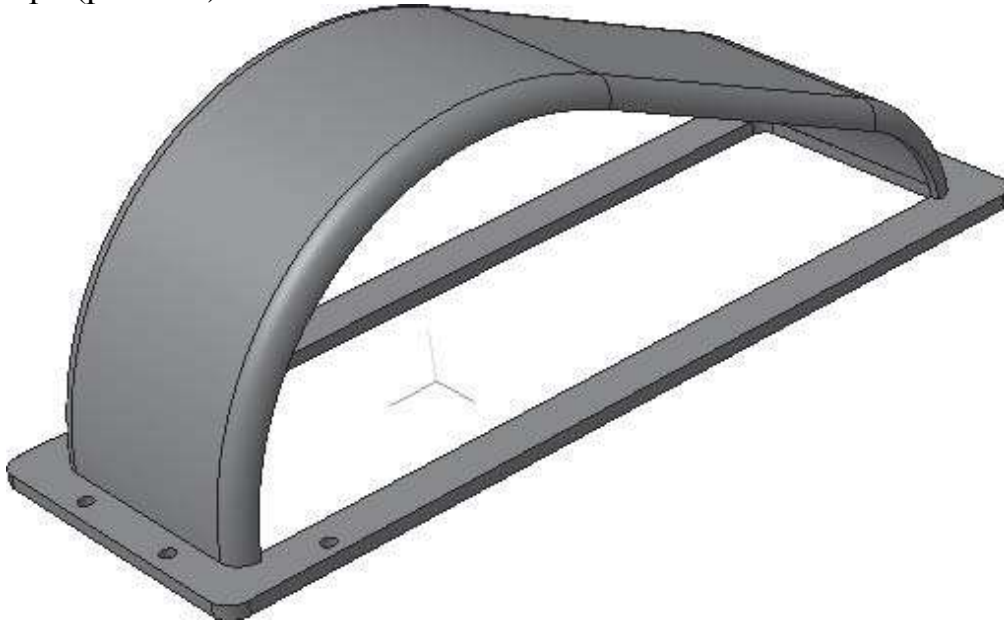

Рисунок 7.2 – Початок формування кришки редуктора
4. Виконайте кінематичну операцію. Переконаєтеся, що в групі кнопок *Рух перерізу* натиснута кнопка *Зберегти кут нахилу*. Відразу зробіть невидимим ескіз-траєкторію (команда контекстного меню *Приховати* в дереві побудов). В результаті ви отримаєте стінку кришки редуктора (рис. 7.2).